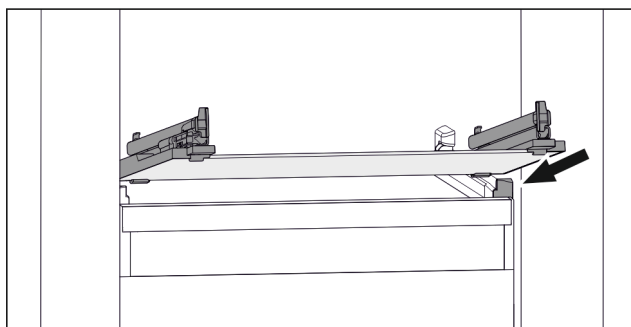

Fig. 161 Reprezentare exemplificativă a plăcii de sticlă
- ▶ Așezați placa de sticlă oblic în spatele opritoarelor. (vezi Fig. 161)